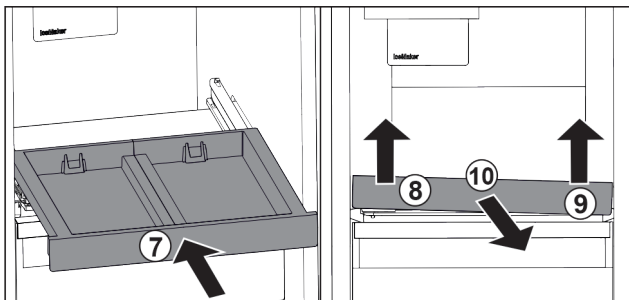

Fig. 96
- ▶ Inserați raftul extractibil Fig. 96 (7)
- ▶ Ridicați raftul extractibil din față stânga Fig. 96 (8)
- ▶ Ridicați raftul extractibil din față dreapta Fig. 96 (9)
- ▶ Extrageți raftul extractibil spre înainte Fig. 96 (10)